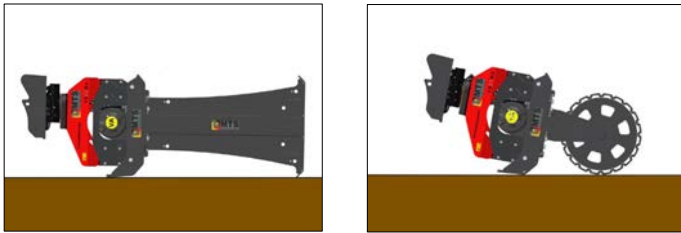

Abbildung 11: Ablageposition
2. Das Anbauwerkzeug auf ebenem und festem Untergrund mit ausreichender Tragkraft standsicher absetzen. Ablageposition siehe Abbildung 11, Seite 9.